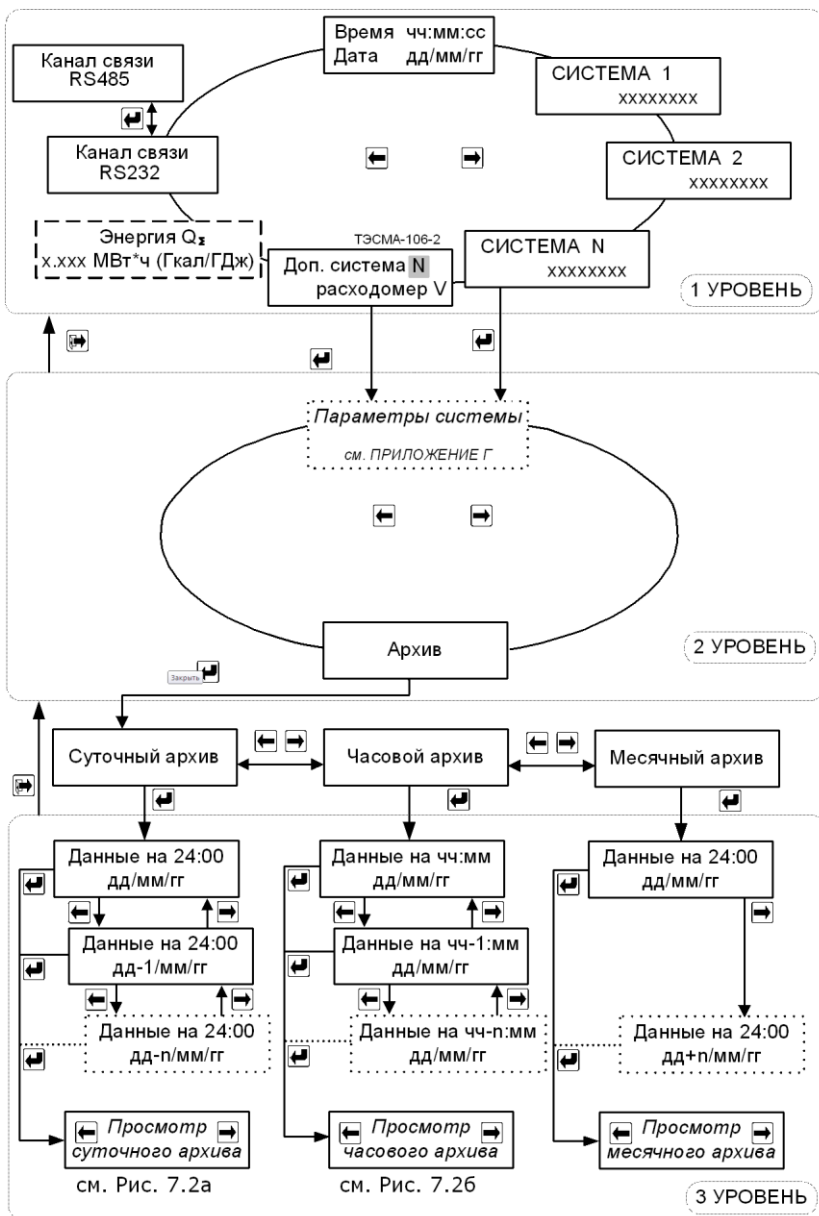

Рис. 7.1 Режим «Рабочий».
7.3.2 Порядок перехода между окнами режима «Рабочий» изображён на рис. 7.1. Меню дополнительных систем с расходомерами V доступно только для модификаций ТЭСМА-106(ТЭСМАРТ.02.1), ТЭСМА-106(ТЭСМАРТ.02.2), ТЭСМА-106(ТЭСМАРТ.02.3).